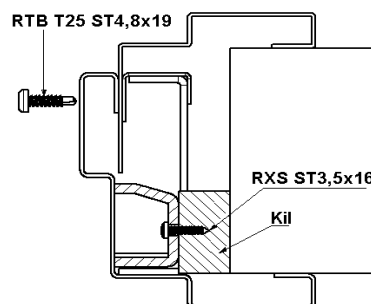

Fig. 8
4. Monter den løse geriktdelen om en slik forekommer. Sett den tett inn mot veggen og dra til med skrue nr.2 **RTB T25 ST4,8x19** (selvborrende), se fig 8. Kontroller så at karmen ikke endrer seg. Om det behøves, finjuster monteringshylsene igen.
Se fig 8.